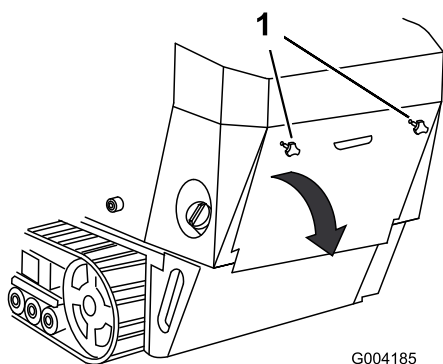

Figura 18
1. Desenrosque los 2 pomos que fijan la tapa de acceso trasera a la máquina (Figura 18).
2. Baje la tapa de acceso trasera y retírela para tener acceso a los componentes internos (Figura 18).